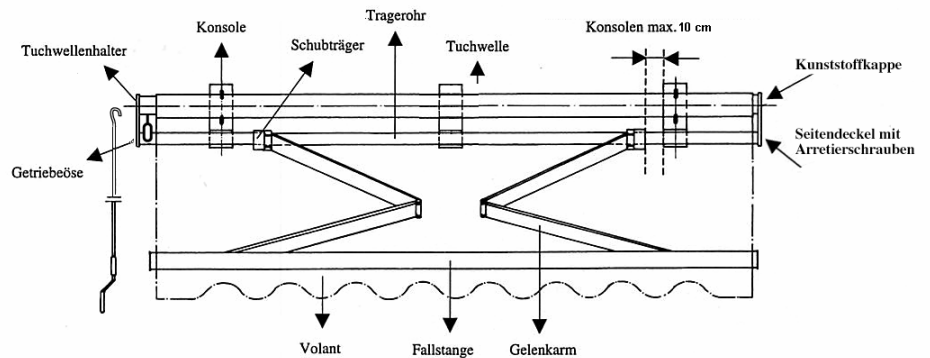

Bild 1 Hülsemarkise
2. Die Konsolen von hinten provisorisch auf das Tragerohr schieben und die Folie in diesem Bereich aufschneiden. Es muss hierbei dabei darauf geachtet werden, dass der Konsolenabstand **links und rechts, außerhalb** der Gelenkarmhalterung, nicht mehr als **10 cm** beträgt (**Bild 1**).
Wichtig: Die beiden äußeren Konsolen müssen im Abstand von nicht mehr als von 10 cm von der Gelenkarmhalterung nach außen angebracht werden. (Bild 1)
4. Damit die Markise richtig schließt, muss die Rundhülse nachgerichtet werden. Dazu sind die beiden Kunststoffkappen abzunehmen, und die beiden Arretierschrauben (Inbusschrauben) an der linken Seitenkappe der Rundhülse zu lösen (nicht entfernen), siehe Bild 1. **Bei Markisen ab einer Breite von 4,5 m wird die Rundhülse durch ein Mittellager gestützt, hier sind ebenfalls die Inbusschrauben zu lösen.**